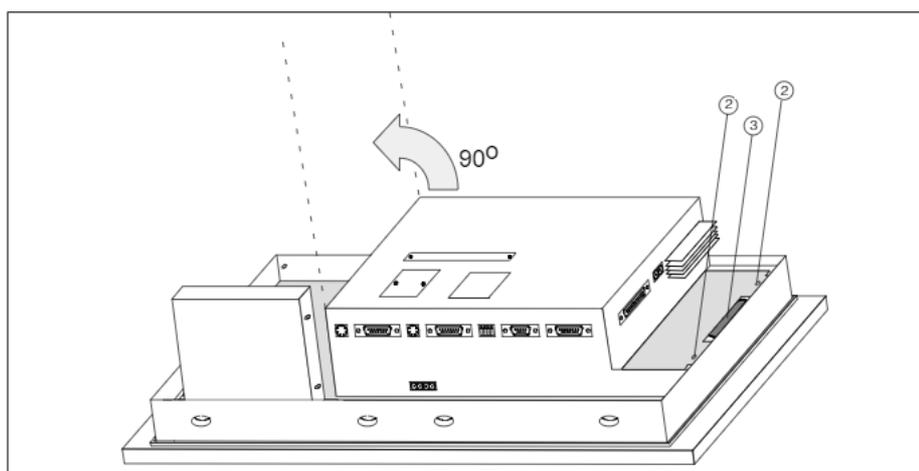

Figura 6-3 Svitare le viti dal supporto del box PC ribaltabile
1. Svitare le due viti contrassegnate in figura 6-3 con ② che fissano il box PC ribaltabile.
2. Sollevare leggermente il box PC e staccare il cavo piatto dallo spinotto ③ nell'apertura della piastra.